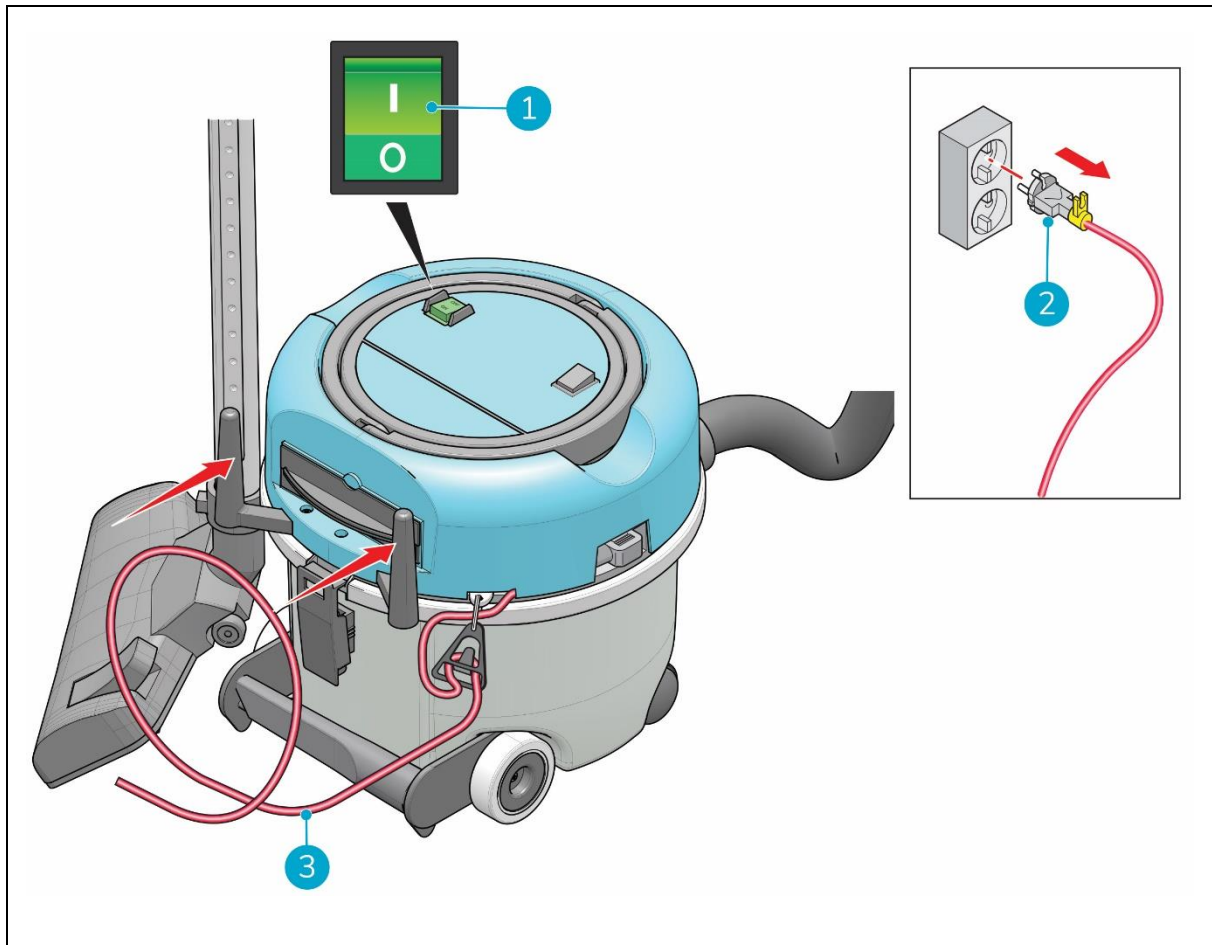

Figure 21
1. Appuyez sur l'interrupteur ON/OFF (fig. 21, pos. 1) sur le capot de l'i-vac® 6 pour l'éteindre.
2. Débranchez le câble d'alimentation de la prise murale (fig. 21, pos. 2).
3. Enroulez le câble d'alimentation autour des deux crochets de rangement (fig. 21, pos. 3) sur le côté du bac **en commençant côté machine**.